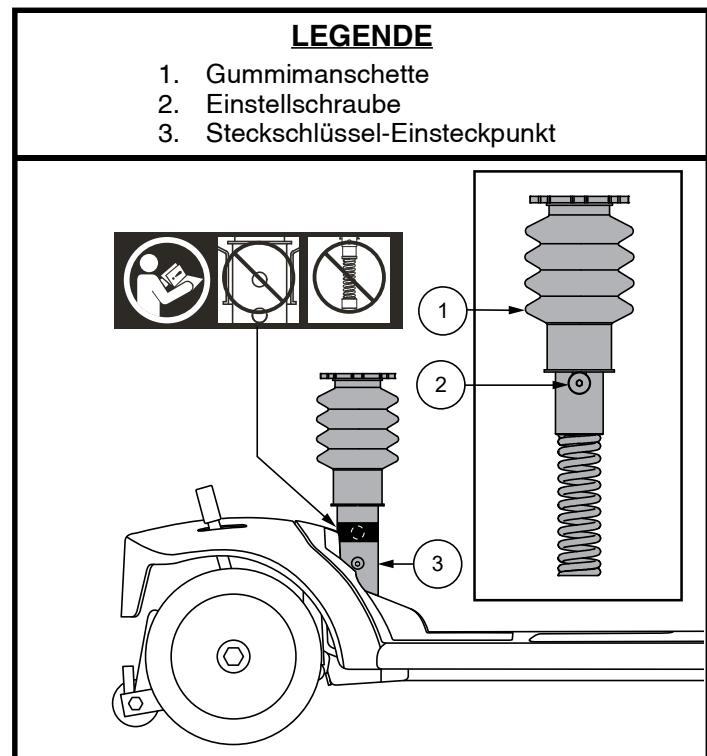

Abb. 14. Einstellen der Sitzfederung
EINSTELLUNG DES LENKERWINKELS (Siehe Abb. 14)
2. Entfernen Sie die obere Sattelstütze vom Fahrzeug, indem Sie die Schulterschraube vom unteren Teil der Sattelstütze entfernen und die Sattelstütze dann gerade nach oben aus dem Fahrzeug heben. Siehe Abb. 14.
HINWEIS: Montieren Sie die Sattelstütze nicht im oberen Loch mit dem gefederten Sitz. Siehe Abbildung 14. Andernfalls wird die gefederte Sattelstütze funktionsunfähig.